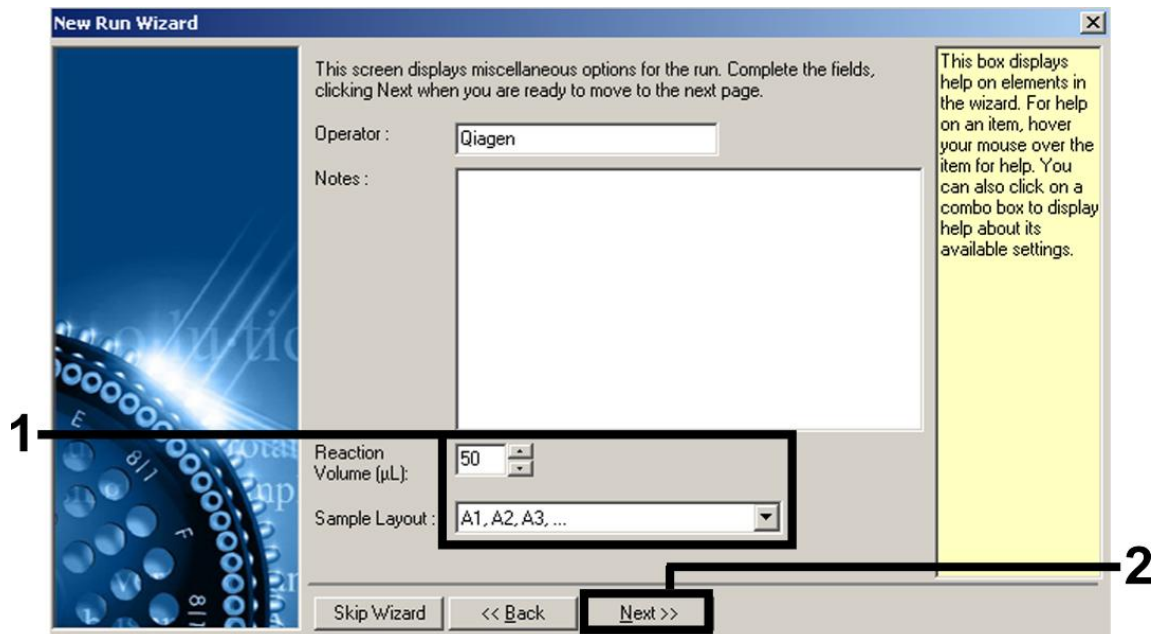

Figura 6. Definição dos parâmetros de ensaio gerais.
7. Selecionar 50 como volume de reação da PCR e clicar em "Next" (figura 6).